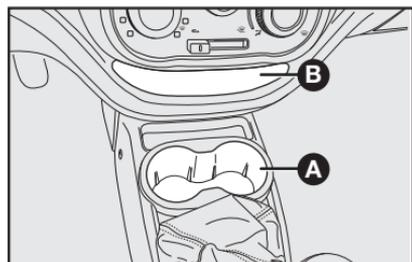
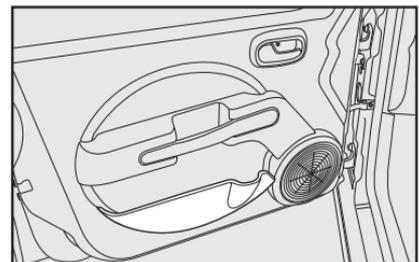
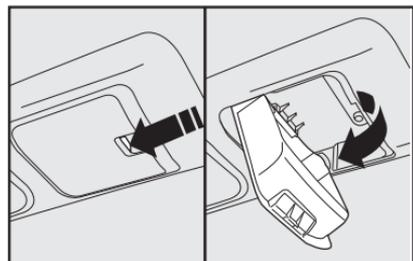

fig. 63
fig. 66
fig. 67
No console central existem duas sedes para colocar, com o veículo parado, copos ou latinhas **A-fig. 63**. Não coloque objetos cuja altura poderia interferir no manuseio da alavanca de câmbios (ex.: garrafas de água).
Em algumas versões, estão disponíveis porta-garrafas localizados nos painéis das portas dianteiras **fig. 66**.
- no painel **B-fig. 63 e 65**, painéis de portas **fig. 66** e no teto do veículo **fig. 67**;